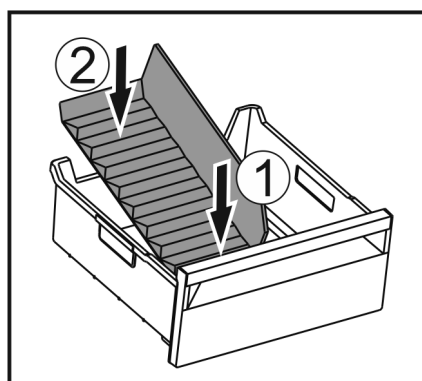

Fig. 140
- Installer la partie avant du séparateur de congélateur. Fig. 140 (1)
- Abaisser la partie arrière du séparateur de congélateur jusqu'au fond du tiroir. Fig. 140 (2)